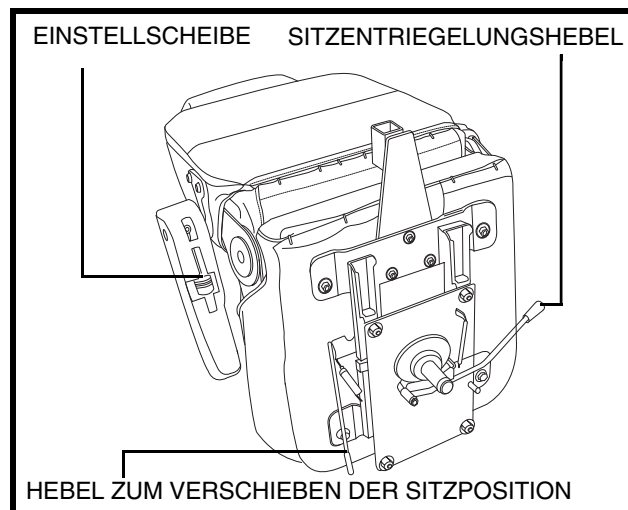

Abb. 16. Sitzeinstellungen
1. Sitzarretierungshebel nach vorne drücken, um den Sitz zu entriegeln. **Siehe Abb. 16.**
Der Abstand zwischen dem Sitz und dem Lenker kann durch das Vorwärts- oder Rückwärtsschiebendes Sitzes eingestellt werden. **Siehe Abb. 16.**
Der Armlehnenwinkel Ihres Elektromobils kann nach oben oder nach unten verstellt werden. **Siehe Abb. 16.** Die Armlehnen werden gehoben oder gesenkt durch das Drehen der Einstellscheiben.